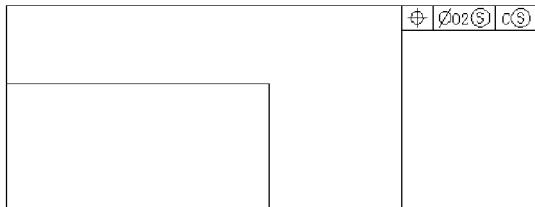

图 3.40 标注完成后效果
(4) 在“基准 1”区域的第一个空白栏输入“C”，在第二个空白栏选择 \odot 符号，要标注的公差内容全部输入完毕后，单击“确定”按钮。完成后效果如图 3.40 所示。